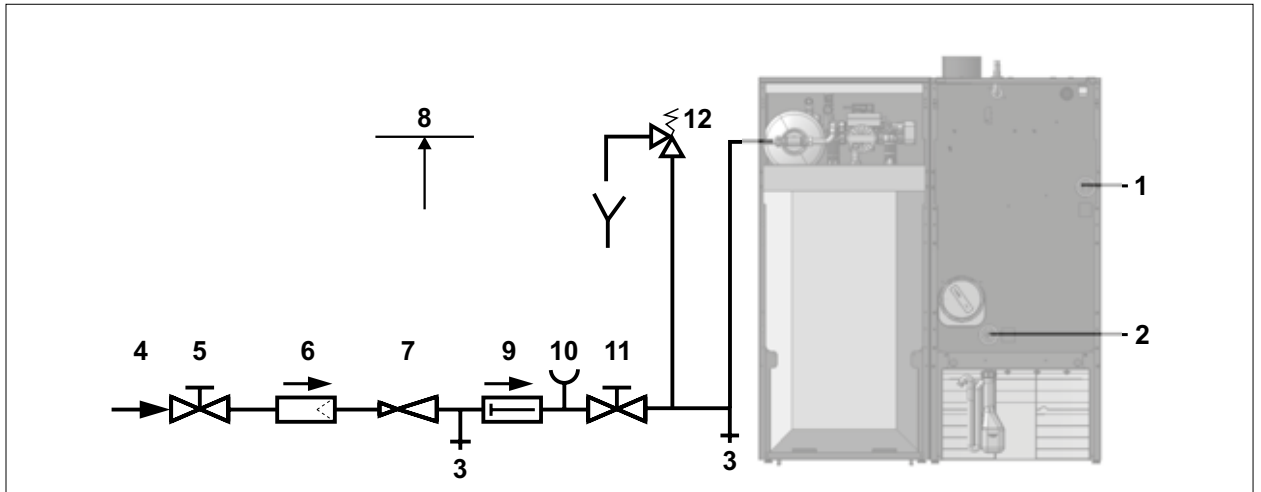

Abb. 5.10 Kaltwasseranschluss nach DIN 1988
Entspricht die Montage nicht der „Abb. 5.10 Kaltwasseranschluss nach DIN 1988“, erlischt der Gewährleistungsanspruch gegenüber der WOLF GmbH.
- ▶ Geräteanschluss mit Abgas-Messöffnung (2) (Abb. 5.10 Beispiel Luft-/Abgasführung [mm]) grundsätzlich am Anschluss des Wärmeerzeugers (1) montieren.